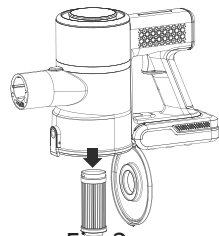

Fig 2
3. Tire hacia abajo del filtro HEPA de entrada para retirar el filtro y vuelva a colocarlo en sentido contrario después de la limpieza, Fig. 2.